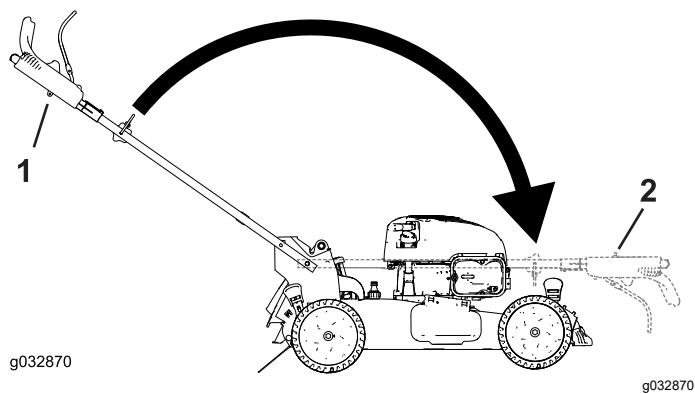

Рисунок 23
2. Сложите рукоятку, повернув ее вперед (Рисунок 23).